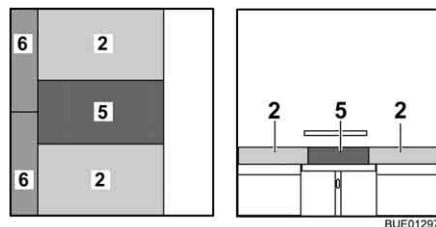

Fig. 120 Après la transformation
- Placer le coussin supplémentaire (Fig. 120,5) entre les coussins d'assise sur la table.
- Placer les coussins supplémentaires (Fig. 120,6) entre les coussins d'assise et la cloison.